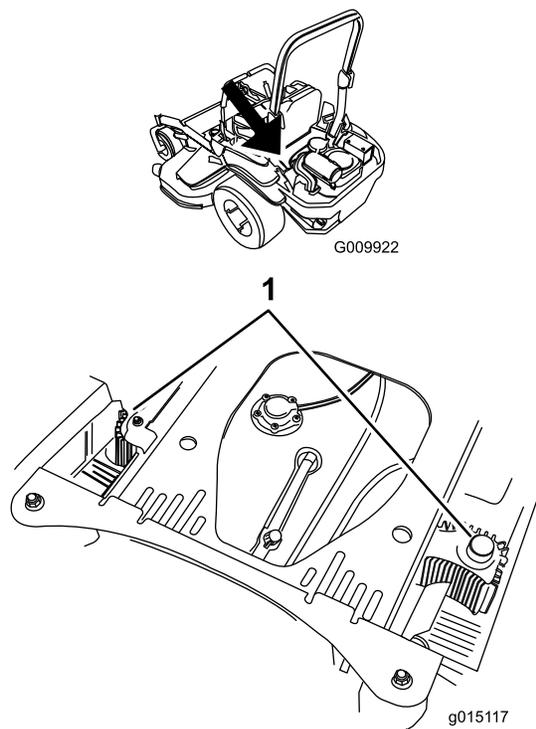

Figure 71
4. Débarrassez les unités hydrauliques de l'herbe et des débris accumulés (Figure 71).